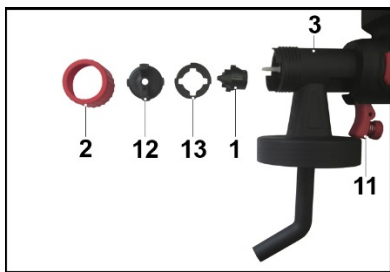

Рис. 8.
9.1. Очистка краскопульта (Рис.8)